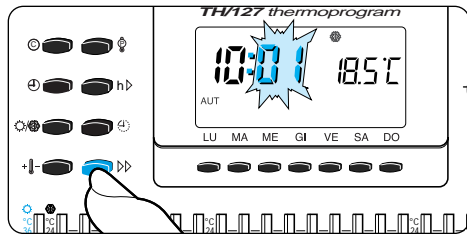

Fig. 15
5.5 - Premere il pulsante  sino a che non si raggiunge il valore esatto dei minuti (fig. 15).